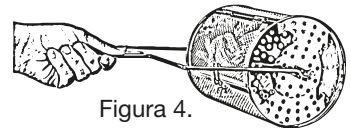
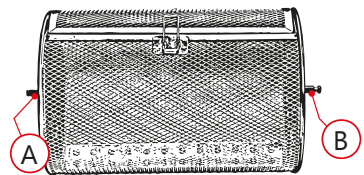

Figura 4.
Figura 5.
- 3 - Haciendo uso de la pinza metálica, tome la cesta desde sus extremos (Figura 4) e introdúzcala en la cavidad de la freidora mediante las guías del centro, insertando primero el extremo "A" en el orificio de la guía izquierda, y luego el extremo opuesto "B" en la ranura de la guía derecha (Figura 5).